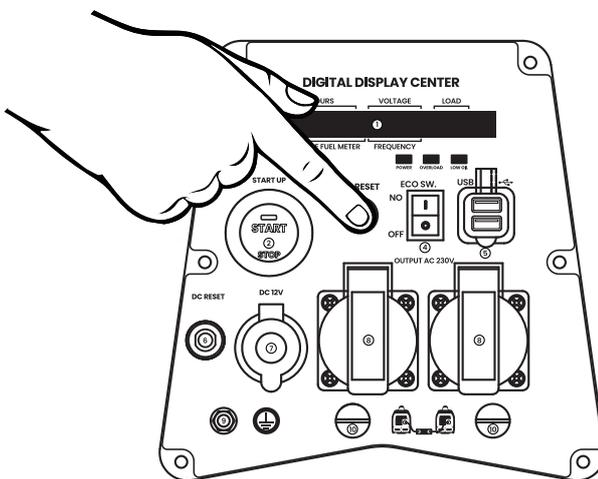

Figure 14: Appuyez sur le disjoncteur de réinitialisation
3. Appuyez sur le disjoncteur de réinitialisation pour le réinitialiser (voir Figure 14).